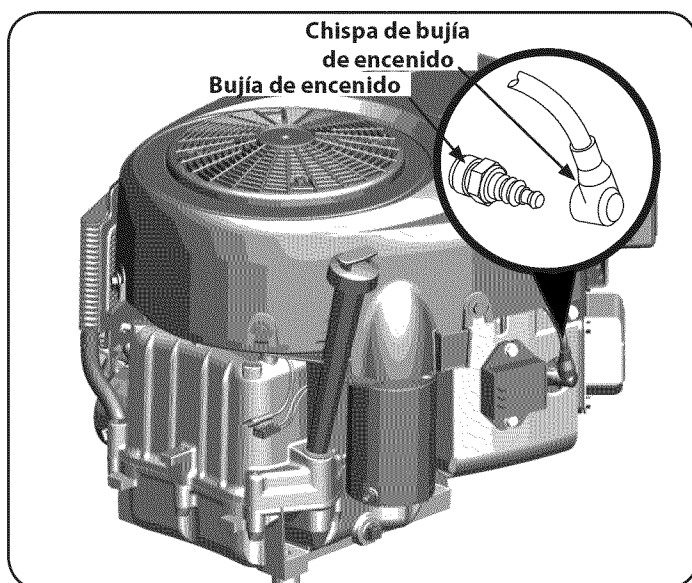

Figura 25
1. Retire la funda de la bujía y el uso de una llave de bujía para quitar el tapón, la Figura 25.